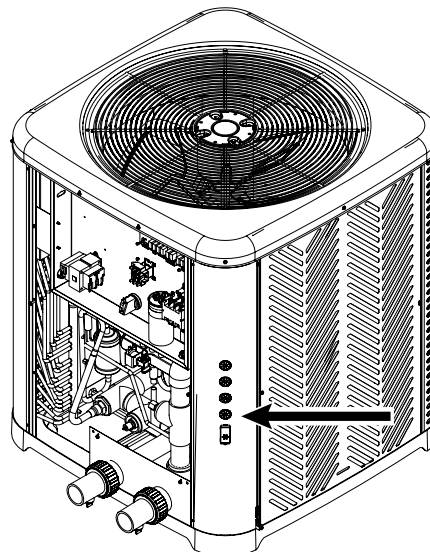

Figure 128. Utilisez les passe-fils
5. Utilisez les passe-fils pour acheminer les fils de commande et/ou d'alimentation des équipements externes au boîtier de commande de l'appareil de chauffage. Voir Figure 128.